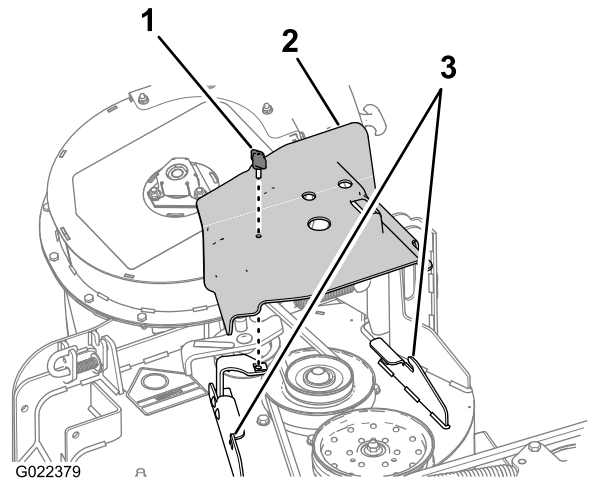

図 3
- ベルトカバーを固定している蝶ねじを取り外す (図 3)。
- カバーを外側にずらして、カバーのエッジがデッキのフランジのフックをクリアするようにする (図 3)。